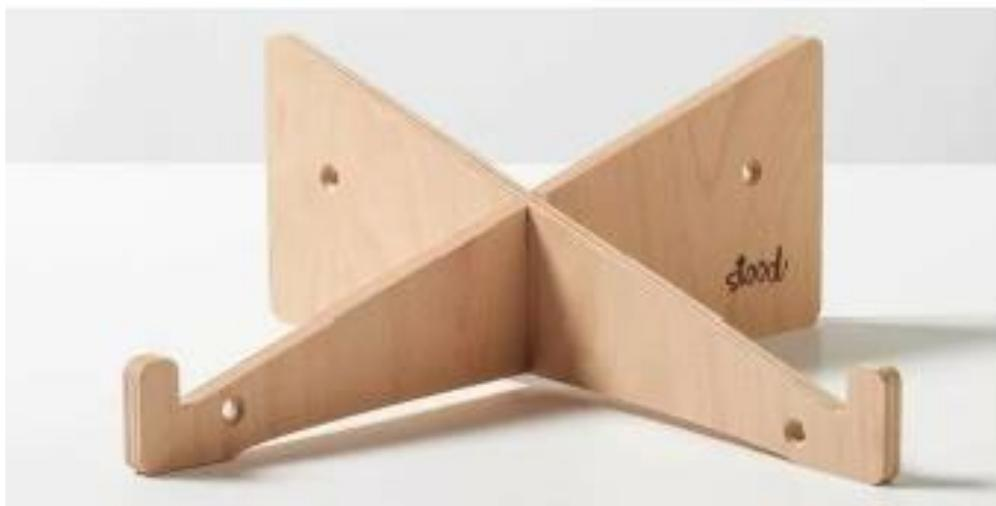

Рис. 1. Образец «Подставка для нетбука»
1. По указанным данным, в М 1:1 разработайте чертеж подставки (Рис.1). Чертеж оформляйте на формате А4, с указанием рамки и основной надписи.